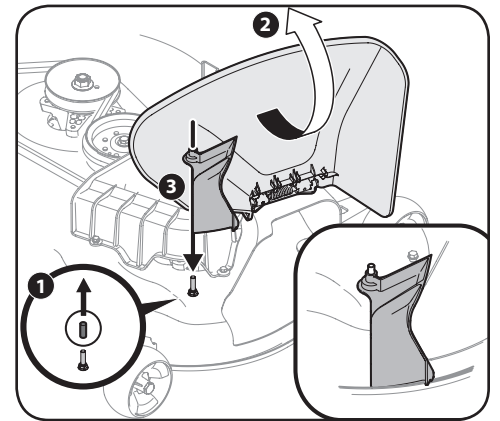

Figure 4-18
2. Retirez le capuchon de protection en caoutchouc du plateau de coupe, comme illustré au numéro 1 de la Figure 4-18.
3. Soulevez le déflecteur de goulotte (numéro 2 de la Figure 4-18) sur le plateau de coupe et maintenez-le en place pendant que vous installez l'adaptateur de goulotte (731-10133) (3), sur le plateau de coupe, comme illustré à la Figure 4-18.